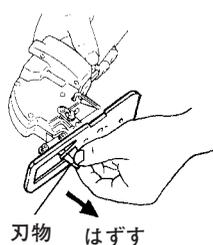

図 19
- (2) ベースの下方より、刃物を持ち、下方にはずします。(図19)